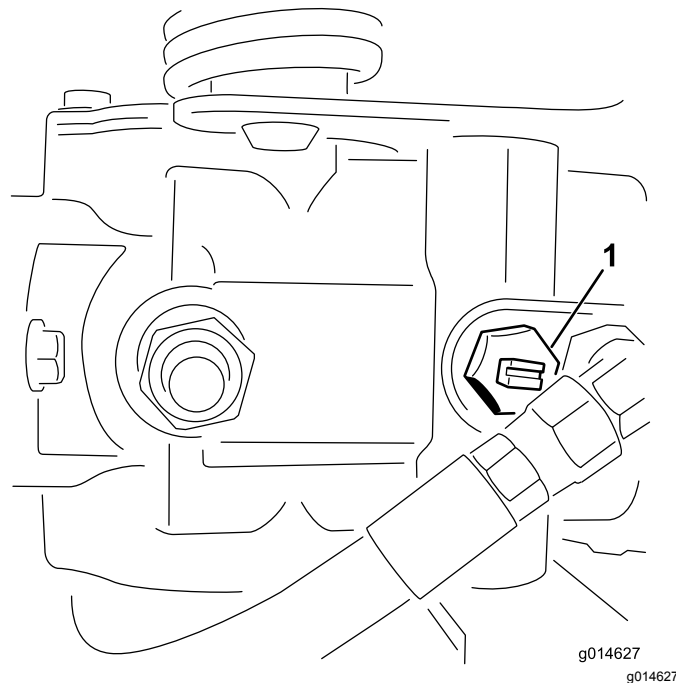

Рисунок 24
1. Найдите на насосе перепускной клапан и поверните его так, чтобы паз был вертикален (Рисунок 24).
2. Перед запуском двигателя закройте перепускной клапан, повернув его так, чтобы паз находился в горизонтальном положении (Рисунок 24).